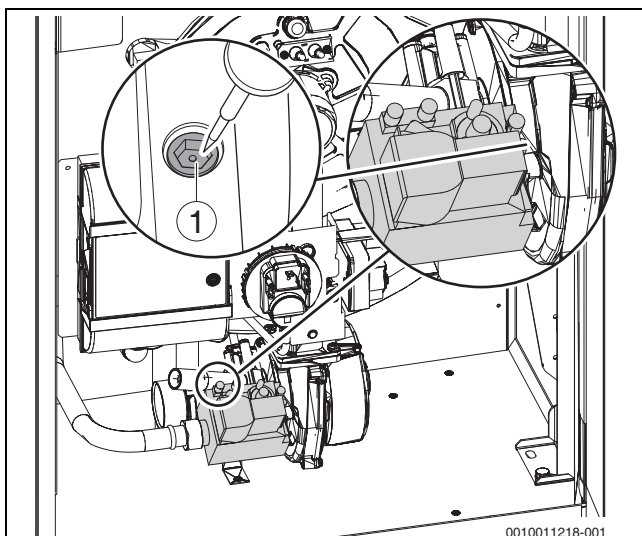

Bild 53 CO₂/O₂-Einstellung bei Volllast vornehmen
- ▶ Bei CO₂-Werten (Werte in Klammern=O₂-Werte) < 8,5 % (O₂ = 5,8 %) oder > 9,6 % (O₂ = 3,8 %) die Einstellung an der Volllast-Einstellschraube korrigieren (→ Bild 53 und Tabelle 12).